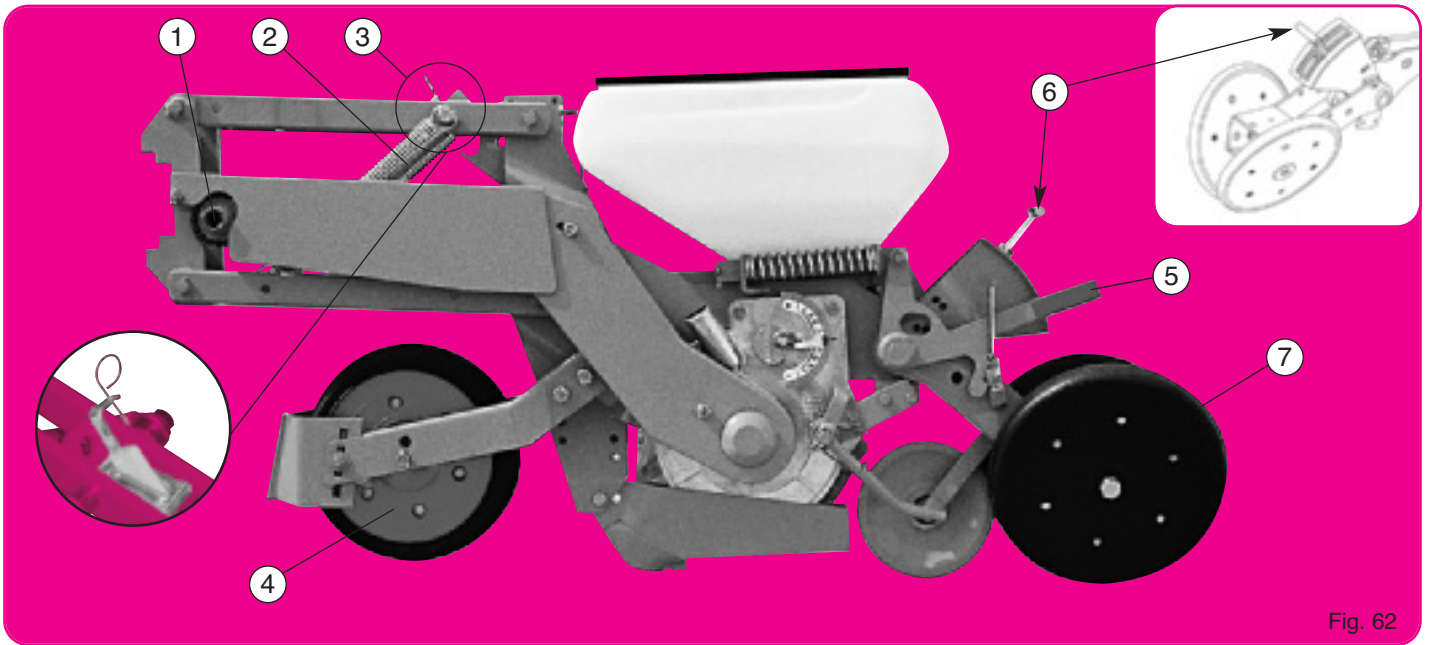

Fig. 62
Version de base (fig. 62) élément monté sur parallélogramme, terrage par balancier - système à crans (fig. 62)
- ① Système de sécurité (fig. 62) : il provoque un crabotage sonore en cas de blocage de la distribution. Un arrêt est alors obligatoire (voir page 29). Graisser les dents du crabot à la mise en route pour faciliter les premiers déclenchements.
- ② Ressorts de parallélogramme : ils accentuent le poids de l'élément. En cas de trop forte pénétration, les ressorts peuvent être supprimés (1 ou les 2).
- ④ Roue avant 300 x 100, axe monté sur trou inférieur pour terrage peu profond (betterave)
- ⑤ Bras de tension ressort. Ce levier permet de répartir le poids de l'élément sur les roues avant-arrière.
- ⑥ Réglage du terrage (fig. 62) par crans.
- ⑦ Réglage de l'écartement des roues (fig. 62) : 2 bagues sur moyeux que l'on place, soit côté inférieur, soit côté extérieur, permettent d'obtenir 2 écartements à la base. Utiliser les roues resserrées pour semis superficiels (1 à 3 cm).
- ⑨ Fig. 68 : Terrage sur roue avant, à partir de l'élément betterave (fig. 62), il faut supprimer la vis ⑩ en P3, le bloc arrière ⑫ est libre. Le secteur ⑮ doit être fixé sur le corps ⑬ par la vis ⑰ en P2. La profondeur de mise en terre est obtenue en modifiant la position de la roue avant en actionnant le levier ⑱ (réglage par crans).
Basic version (fig. 62) element mounted on a parallelogram, depth control via swinging arm, notch system (fig. 62) - 300 x 100 self-cleaning front wheel with clod remover - beetroot share - stainless steel tyre intermediate roller - self-cleaning inclined rear wheels - 20 litre grain tank.
- ① Safety system (fig. 62) : this causes the clutch to sound in case of a blockage in the metering system. When this clutching sound is heard, stop the machine immediately (see page 29).
- ② Parallelogram springs : these increase the element's weight. If the penetration is too great, the springs may be removed (one or both).
- ④ 300 x 100 front wheel, axle mounted on lower hole for shallow depth control (beetroot).
- ⑤ Torque arm with spring. This lever allows the element's weight to be distributed between the front/rear wheels.
- ⑥ Depth control adjustment (fig. 62) via notches.
- ⑦ Adjustment of the spacing of press wheels (fig. 62) : placing the 2 bushings on the inside or the outside of the wheel hub allows for 2 basic widths. Use the narrow setting for shallow seeding (1-3 cm) (3/8 - 1 1/2").
- ⑨ Fig. 68 : Depth via the front wheel, using the beetroot element (fig. 62) The P3 screw ⑩ must be removed to release the rear unit ⑫. The sector ⑮ must be secured to the body ⑬ via the P2 screw ⑰. The planting depth is adjusted by changing the position of the front wheel using the lever ⑱ (adjustment via notches).
Versión de base (fig. 62) : elemento montado sobre paralelogramo, presión de ruedas por balancín, sistema de muescas (fig. 62) - rueda delantera autolimpiante 300 x 100 con rompe-terrones - reja remolacha - rueda intermedia con banda-je inoxidable - ruedas traseras inclinadas autolimpiantes - tolva 20 litros.
- ① Sistema de seguridad (fig. 62) : provoca un desembrague sonoro en el caso que se bloquee la distribución. Entonces hay que parar la máquina (véase página 29).
- ② Muelles de paralelogramo : acentúan el peso del elemento. En caso de demasiada penetración, los muelles pueden ser suprimidos (1 o los dos).
- ④ Rueda delantera 300 x 100, eje montado sobre agujero inferior para presión de ruedas poco profunda (remolacha).
- ⑤ Brazo de tensión, muelle. Esta palanca permite repartir el peso del elemento sobre las ruedas delanteras-traseras.
- ⑥ Regulación de la presión de ruedas (fig. 62) por muescas.
- ⑦ Ajuste de la separación de las ruedas (fig. 62) : 2 anillos montados en el cubo que se colocan en el lado exterior o en el lado interior, permiten obtener 2 separaciones de base. Utilizar las ruedas gemelas para siembras superficiales (1 a 3 cm).
- ⑨ Fig. 68 : presión de ruedas por la rueda delantera a partir del elemento remolacha (fig. 62), hay que suprimir el tornillo ⑩ en P3, el bloque trasero ⑫ es libre. El sector ⑮ debe fijarse al cuerpo ⑬ con el tornillo ⑰ en P2. La profundidad de puesta en tierra se obtiene modificando la posición de la rueda delantera accionando la palanca ⑱ (regulación por muescas).
Versione base (fig. 62) : elemento montato su parallelogramma, rinalzo con bilanciere, sistema a denti (fig. 62) - ruota anteriore autopulente 300 x 100 con rompi-zolla - vomere barbabietola - rotella intermedia a cerchiatura inox - ruote posteriori inclinate autopulenti - tramoggia 20 litri.
- ① Sistema di sicurezza (fig. 62) : provoca un disinnesto sonoro in caso di bloccaggio della distribuzione. E' obbligatorio l'arresto (veder pag. 29)
- ② Molle del parallelogramma : esse accentuano il peso dell'elemento. In caso di penetrazione troppo forte, le molle possono essere eliminate (1 sola o entrambe).